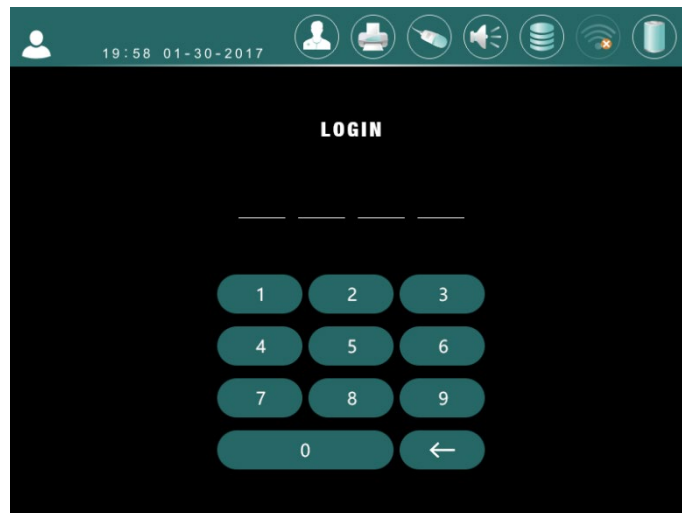

Figure 7-2 Login Interface
7.3.1 Login Interface , See Figure 7-2。